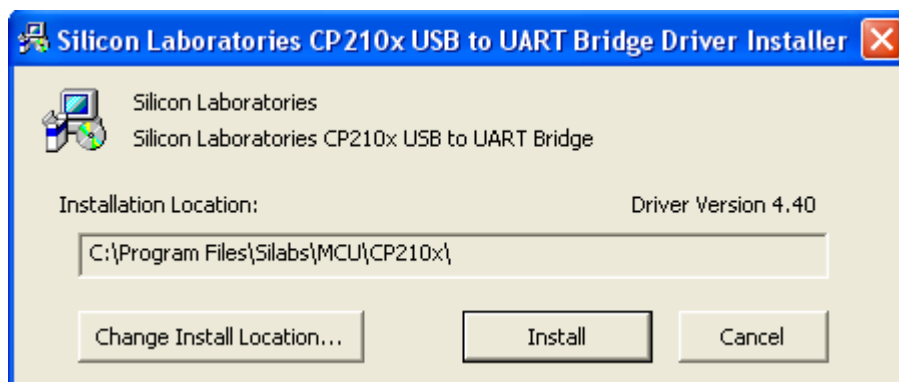

Figure 1-4
11. Si un nouveau driver est nécessaire, la fenêtre suivante (figure 1-4) apparaîtra, cliquez sur "Install"